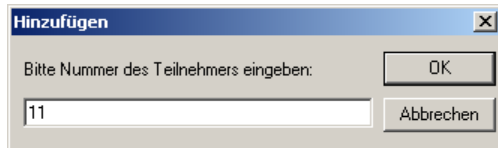

Bild 4-62 Dialog zur Eingabe der Teilnehmernummer
5. Geben Sie in das Eingabefeld des Dialogs *Hinzufügen* die Teilnehmernummer des einzurichtenden SINAUT-Teilnehmers ein und bestätigen Sie die Eingabe mit *Ok*. (siehe Bild 4-62).